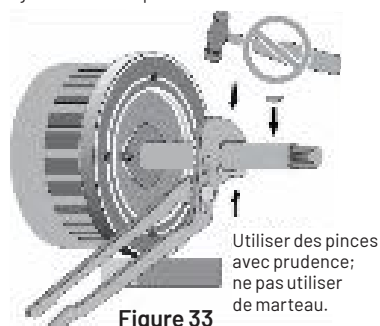

Figure 33
3. Assurez-vous que les clavettes de l'arbre sont en place sur l'arbre. Si ce n'est pas le cas, serrez-les en place maintenant avec des pinces à joints coulissants. Ne les tapez pas ou ne les frappez pas avec un marteau; vous pourriez plier l'arbre (voir la Figure 33). Lorsque les clavettes sont correctement installées, l'adaptateur passe sur les clavettes sans interférence.